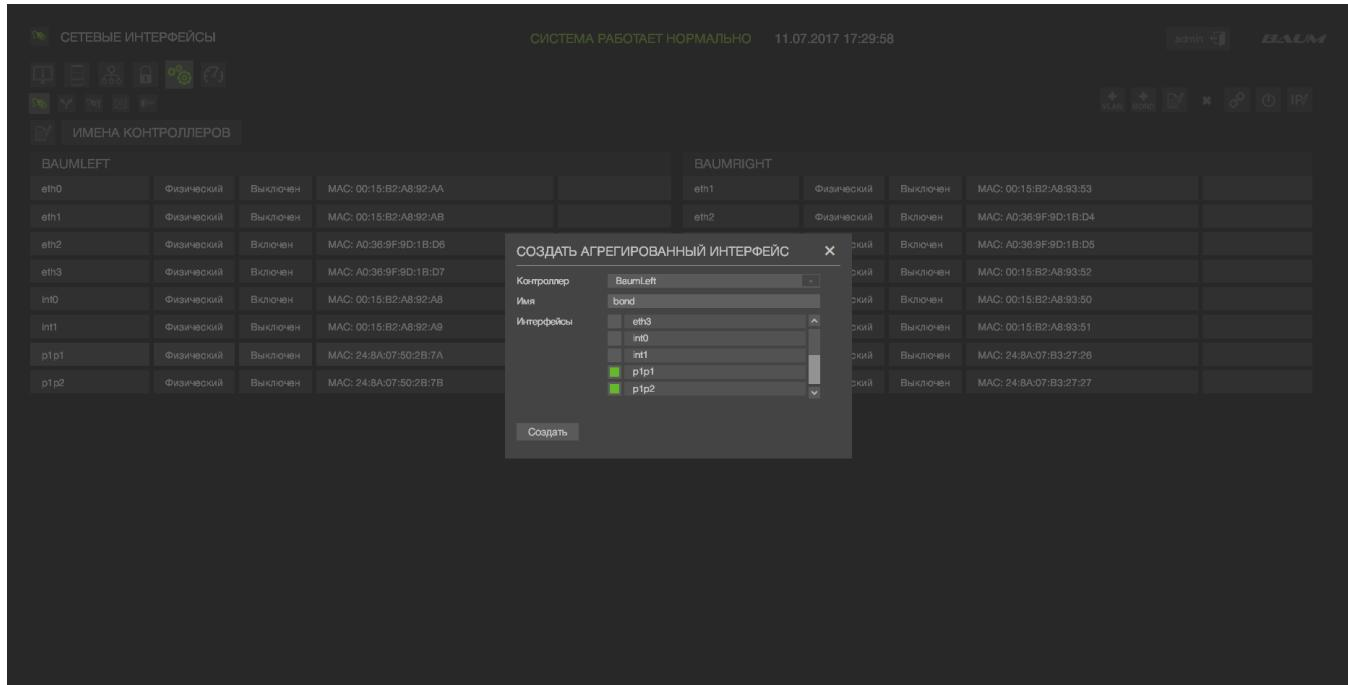

Рисунок 22 – Создание агрегированного интерфейса
- 1) Перейти на вкладку «Настройки» → «Сетевые настройки» (см. Рисунок 22).